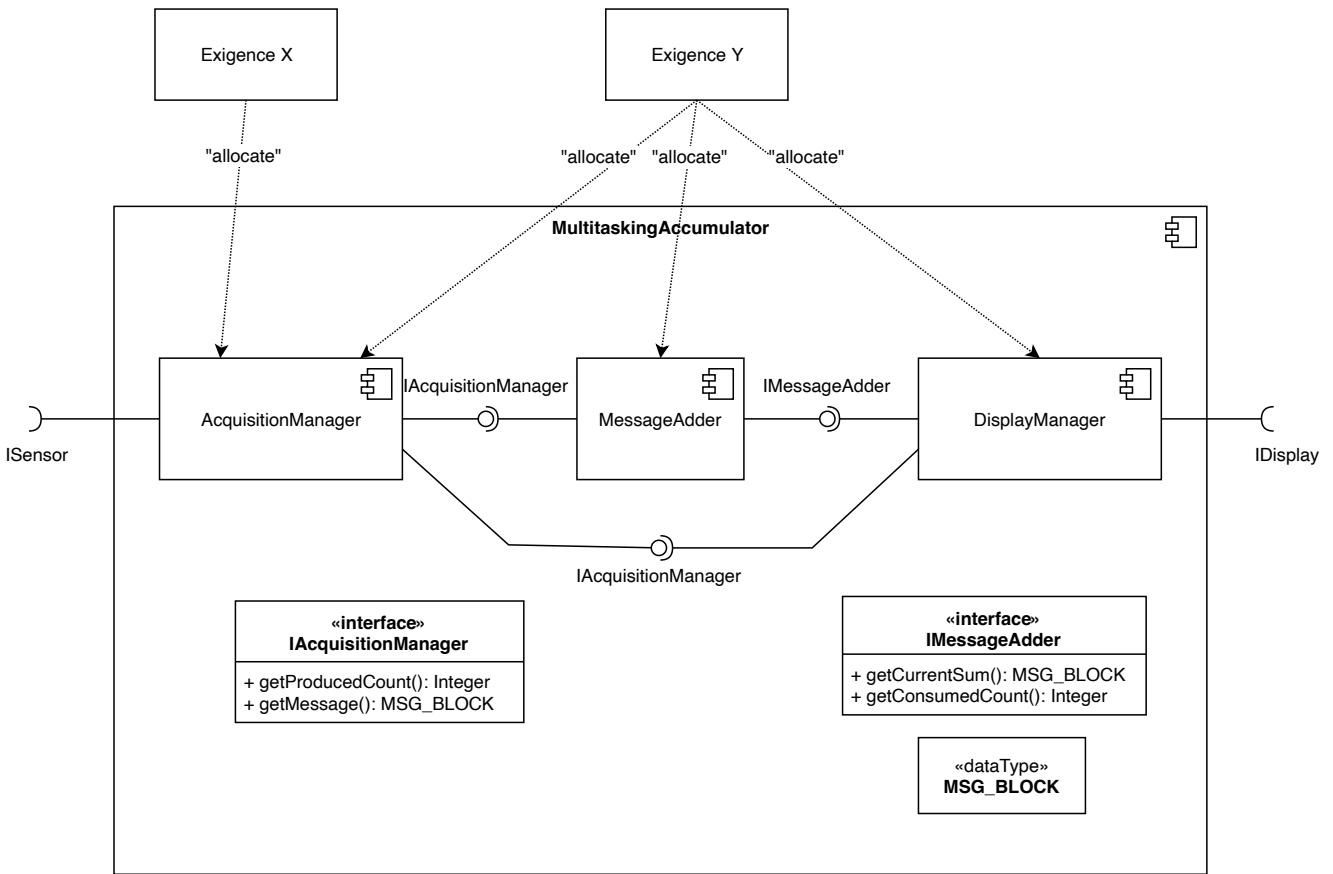

Figure 3: Architecture Logicielle avec allocation des exigences. Un exemple d'allocation d'exigence sur les composants logiciels à modifier/compléter.
1. Complétez cette architecture logicielle en allouant les exigences de la spécification précédente sur les composants de MultitaskingAccumulator. Un exemple d'allocation à compléter et à modifier est illustré en figure 3. Pour cela, les sources de ce diagramme à compléter sont rangées dans le fichier `diagrams/conception.drawio` editable avec le programme en ligne draw.io (Importez ce fichier dans l'éditeur en ligne pour gagner du temps). (0,5 POINT)